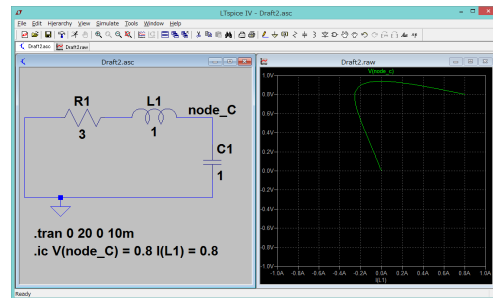

図 2.4 相平面プロット
2. 相平面プロットは横軸を時刻 (time) から他の物理量へ変更することで描画可能である. グラフの横軸のラベルをクリックすると, Horizontal Axis ダイアログが表示されるので Quantity Plotted を time から $I(L1)$ に変更する. Add Trace で $V(node_C)$ を選べば, 回路を流れる電流を横軸, 容量の電圧を縦軸とした相平面 (i, v) プロットとなる. 図 2.4 参照.